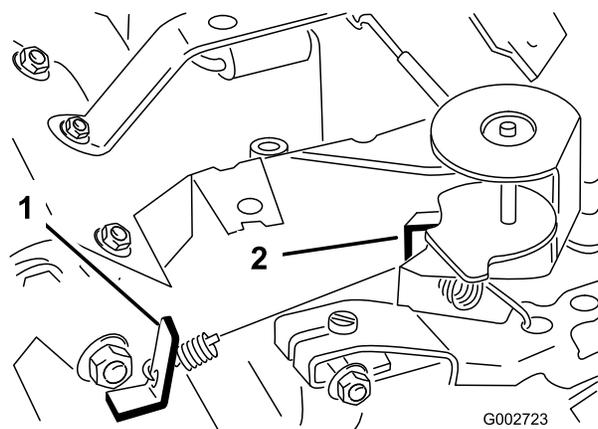

Figure 39
- Courbez la languette d'ancrage du ressort de ralenti réglé (Figure 39) pour obtenir un régime de ralenti de 1 675 à 1 175 tr/min.
6. Courbez la languette d'ancrage du ressort de haut régime (Figure 39) pour obtenir un haut régime de 3 350 à 3 450 tr/min.